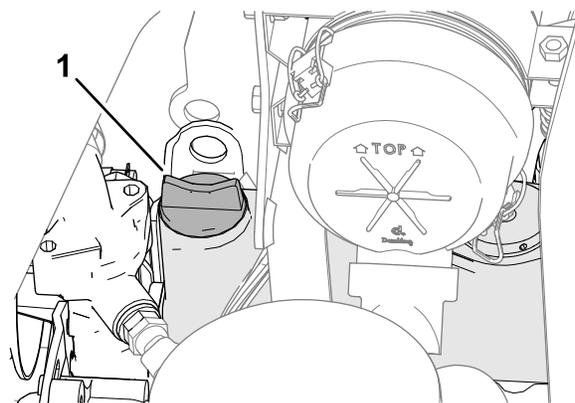

**Рисунок 71**
3. Выньте масломерный щуп (Рисунок 71) и протрите его чистой ветошью.